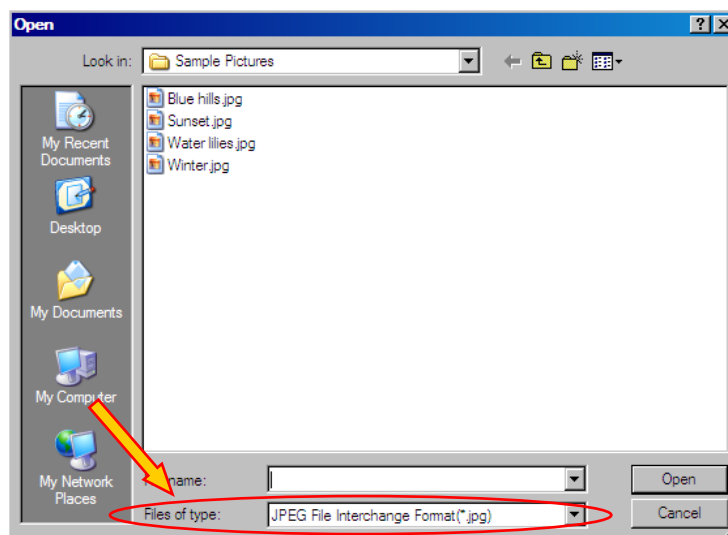

Fig 79
Si aprirà una cartella specifica. Il nome e il percorso della cartella che si apre sono decisi in fase di configurazione. Nell'esempio mostrato in Fig 79 si tratta della cartella "Sample pictures". Se si desidera accedere ad una cartella diversa è necessario usare le normali funzioni di navigazione di Windows®.
- Specificare il formato del file che si desidera aggiungere tramite il campo indicato in Fig 79.